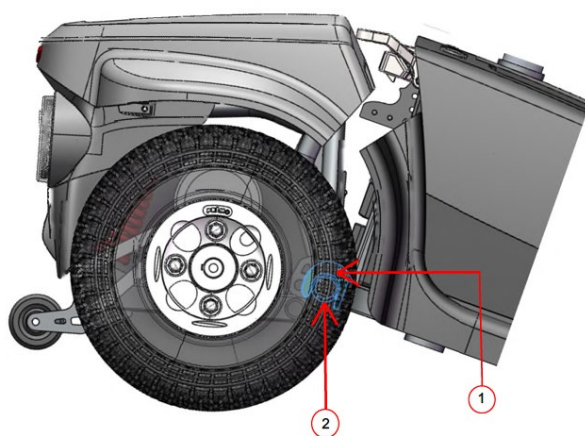

Figura 8. Pârghia de eliberare a cadrului
ATENȚIE – Înainte de a încerca asamblarea, înclinați jumătatea din spate a scuterului ușor înapoi pe roțile auxiliare care nu se inversează, așa cum se arată în Figura 8.
1. Folosiți pârghia de eliberare a panoului frontal pentru a ridica panoul frontal pe măsură ce aliniați cârligele cadrului din față cu tubul cadrului din spate. Vedeți Figura 8.
2. Odată ce cârligele sunt peste tubul cadrului din spate, coborâți cadrul frontal și rotiți cadrul din spate în același timp. Aceasta va bloca automat conexiunea cadrelor. Vedeți Figura 8.